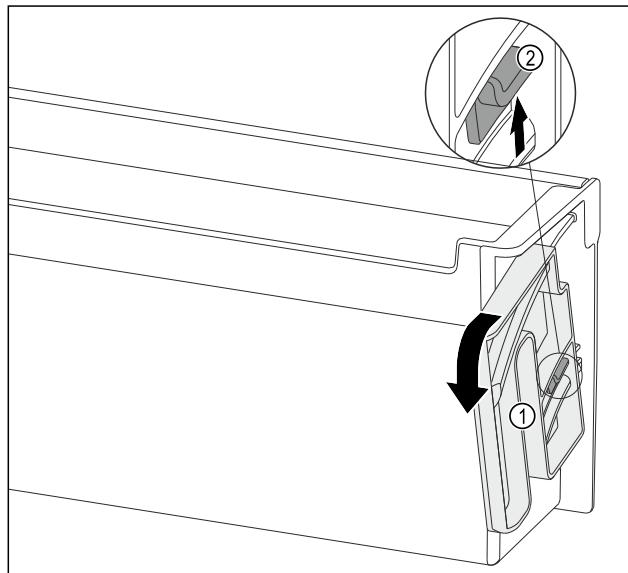

Fig. 123
- ▶ Завъртете завъртащото устройство Fig. 123 (1) в показаната посока докрай.
- ▶ Натиснете езичето Fig. 123 (2) нагоре и свалете завъртащото устройство Fig. 123 (1).